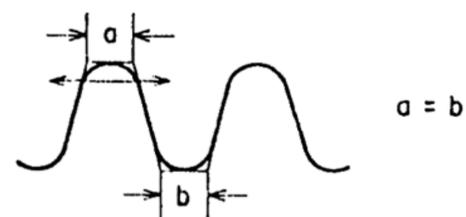

Abb. 6-4 TP1, 2 Schwingungen
- 4) schließen und die Schwingungsform beobachten, während der Tonarm vorwärts oder rückwärts über die Schallplatte bewegt wird. VR3 so einstellen, daß das Tastverhältnis wie in Abb. 6-4 gezeigt 50% beträgt.